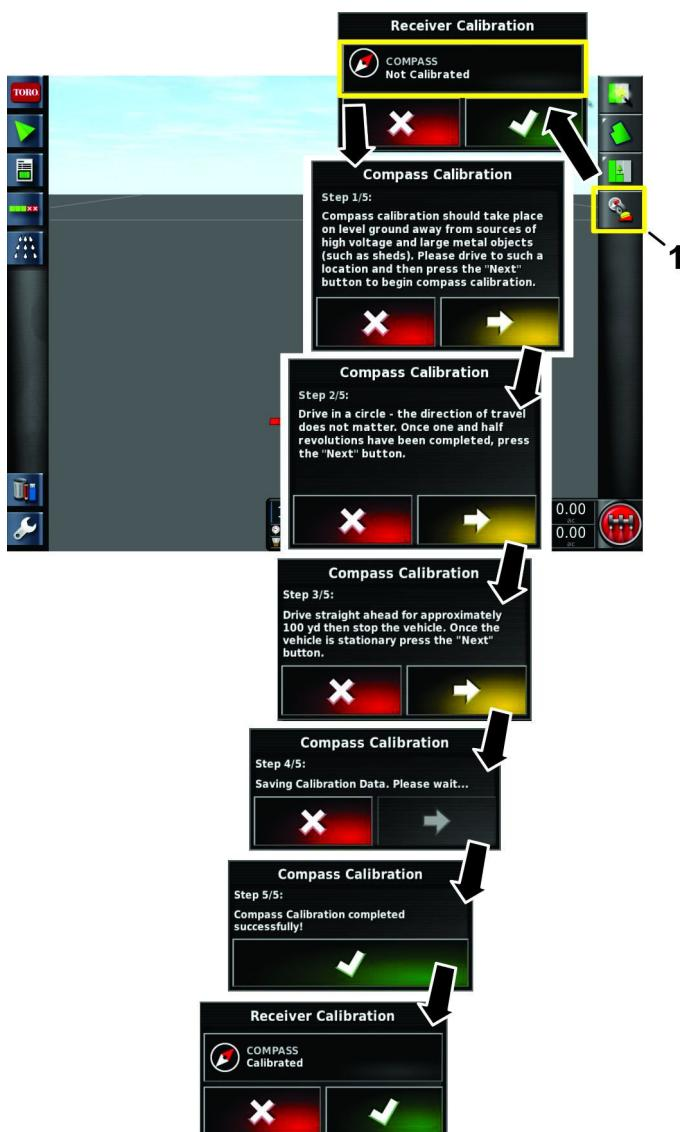

Figura 164
- Premete l'icona TARATURA RICEVITORE (Figura 164).
- Premete l'icona BUSSOLA (Figura 164).
- Premete l'icona Avanti (Figura 164).
- Confermate la taratura (Figura 164).